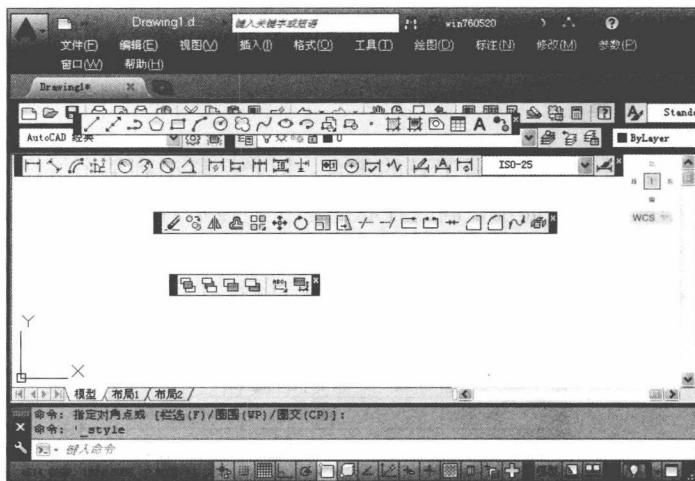

图 1-8 “浮动”工具栏
(2) 工具栏的“固定”、“浮动”与“打开”。工具栏可以在绘图区“浮动”显示（图 1-8），此时显示该工具栏标题，并可关闭该工具栏，可以拖动“浮动”工具栏到绘图区边界，使它变为“固定”工具栏，此时该工具栏标题隐藏。也可以把“固定”工具栏拖出，使它成为“浮动”工具栏。